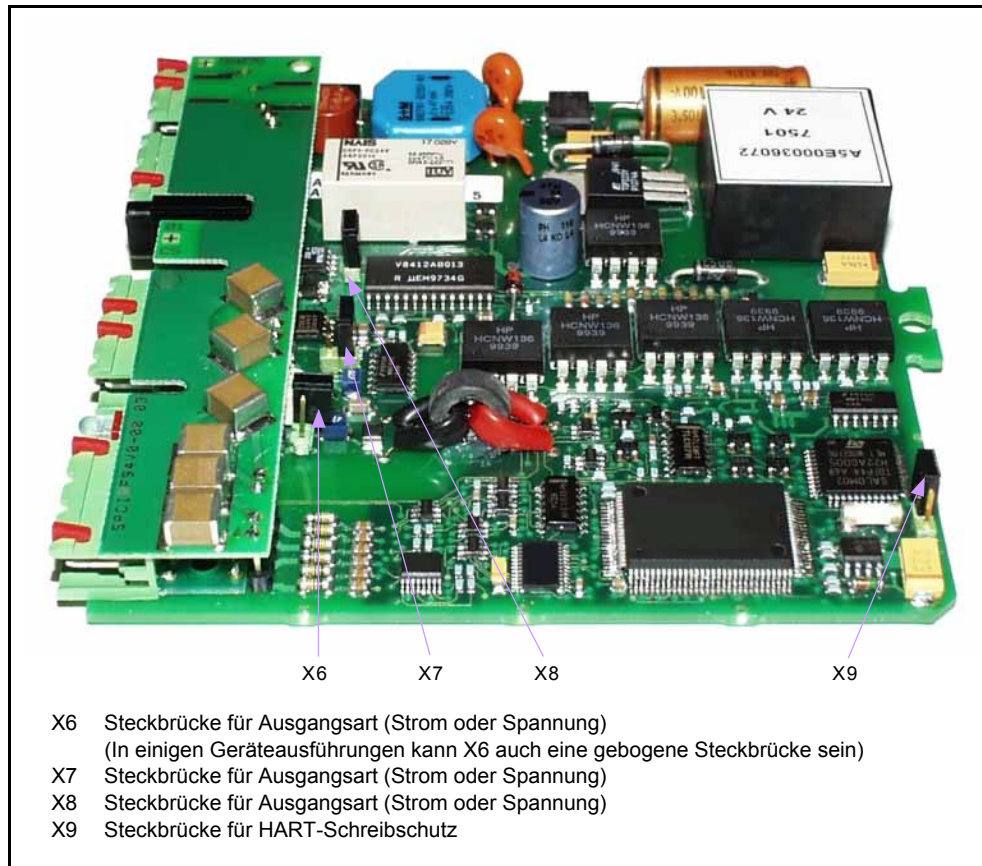

Bild 7 Hardware-Optionen des SITRANS TW, 4-Leiter-Tragschienengerät
- Die Steckbrücken X6, X7, X8 (Bild 7, Seite 19) gemäß folgender Tabelle setzen:
Über das Stecken der Brücke X9 (Bild 7) kann das Parametrieren des Messumformers unterbunden werden.